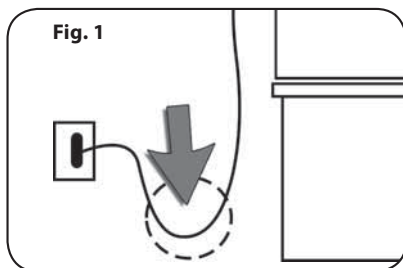

Fig. 1
- Branchez les fiches en réalisant une boucle avec le câble, plus basse par rapport à la prise de courant, de façon à éviter que des gouttes d'eau puissent atteindre cette dernière (**Fig. 1**).